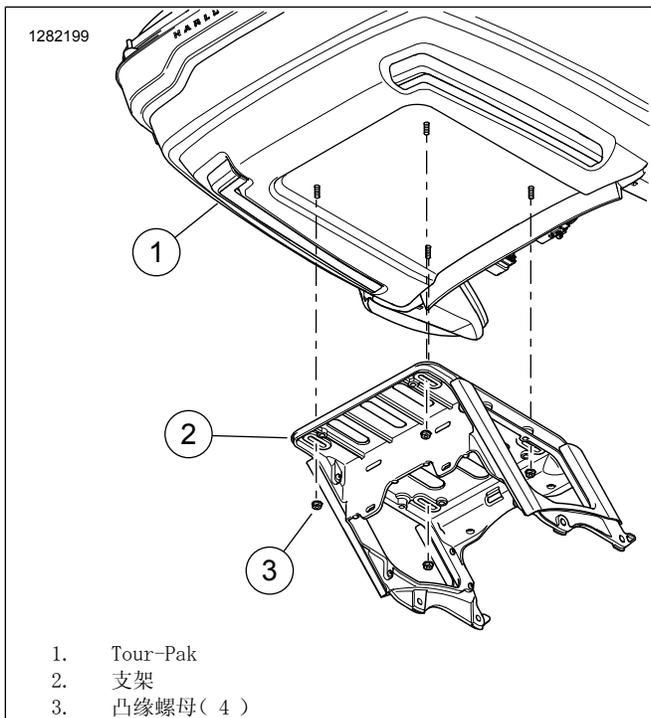

图3。Tour-Pak底架
- b. 参见图3。拆下将Tour-Pak固定在支架上的凸缘螺母(3)。